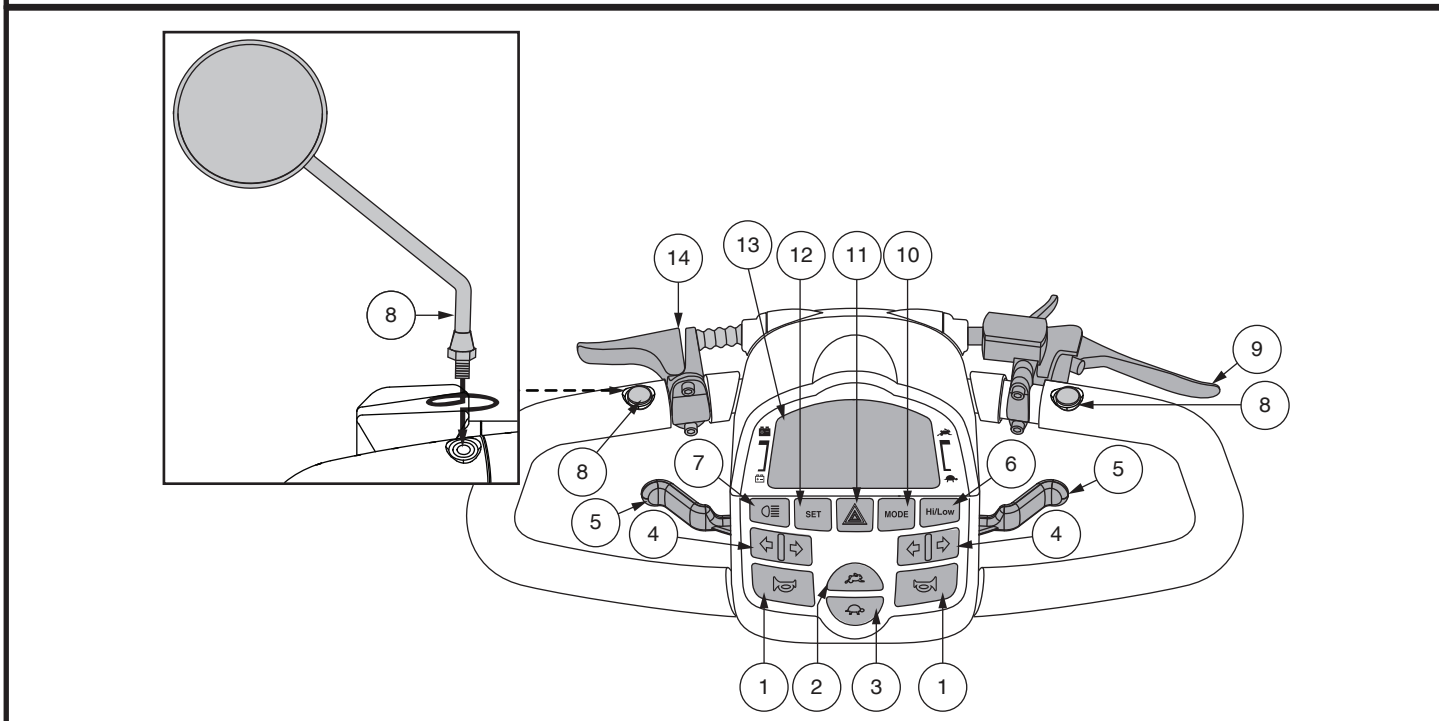

Figura 1. Pannello di controllo LCD
La console e la parte inferiore del manubrio ospitano tutti i comandi necessari alla guida del veicolo inclusi il pannello di controllo LCD, le leve di controllo dell'acceleratore, l'interruttore della chiave ed il selettore della velocità. **Vedere figura 1.**
Queste leve consentono il controllo dell'accelerazione in avanti e a marcia indietro del veicolo, fino al massimo della velocità preimpostata dall'utente con l'apposito selettore. Una leva di controllo è situata su ciascuno dei lati inferiori del manubrio, sinistro e destro. **Vedere figura 1.**
Il pannello di controllo LCD offre comode informazioni intuitive tramite lo schermo LCD. **Vedere figura 1.** Lo schermo LCD si usa anche durante l'avvio (attivazione) delle diverse impostazioni del pannello di controllo.
**NOTA:** Per programmare le impostazioni del pannello di controllo, l'indicatore Hi-Low deve essere spento e l'indicatore di velocità massima deve essere impostato su pieno. Vedere figura 1.